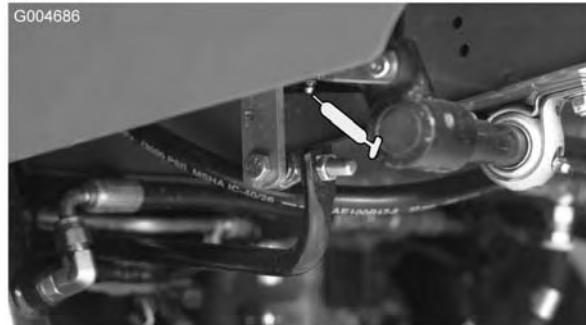

Figura 35
- Boccola girevole (1) del pedale di comando della trazione (Figura 35)